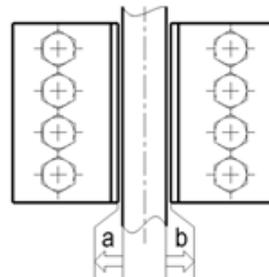

Bild 2.8
6. Die Achse **10** mit einem Schraubenschlüssel im Uhrzeigersinn drehen um den Bremsbelag bis zu dem auf dem Typenschild angegebenen Gesamtpalt PG einzustellen Bild.2.8.